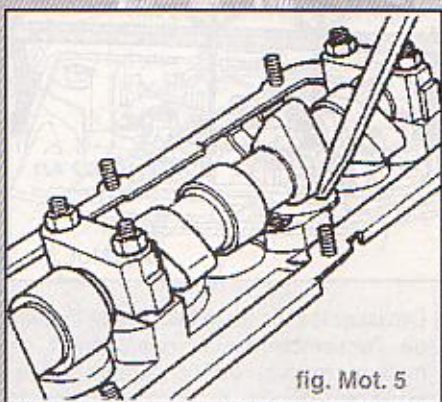

fig. Mot. 5
- enfoncer le poussoir en coupelle vers le bas à l'aide d'une cale en bois ou en matière plastique. Si une course à vide supérieure à **0,1 mm** est perceptible jusqu'à l'ouverture de la soupape, remplacer le poussoir (fig. Mot. 5)